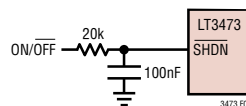

图 4：软启动电路
**SHDN (引脚 6/引脚 10) :** 停机引脚。连接至 1.4V 或更高的电压以能使器件。连接至 0.2V 或更低的电压将使器件失效。也可用作软启动引脚。如图 4 所示，应采用 RC 滤波器。